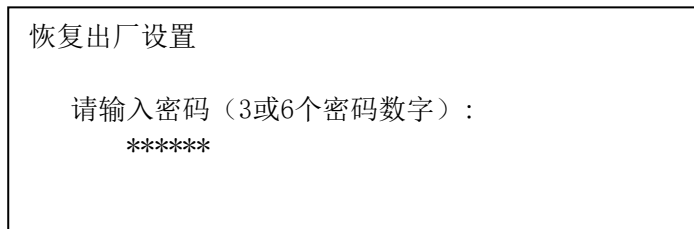

图5-27
- ① 按“功能”键进入选项菜单，按【↑】【↓】键进入系统菜单。按‘2’进入用户登录界面，输入二级密码，按“确认”键进入恢复出厂设置界面。（图5-27）。